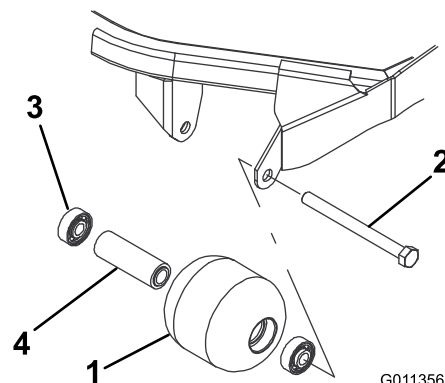

Figura 17
1. Retire o parafuso de montagem do rolo (Figura 17)
1. Introduza o primeiro rolamento na estrutura do rolo (Figura 17). Empurre só a calha externa ou, então, exerça o mesmo tipo de pressão nas calhas interna e externa.
2. Coloque a cunha (Figura 17)
3. Introduza o segundo rolamento na estrutura do rolo (Figura 17) exercendo o mesmo tipo de pressão nas calhas interna e externa até a calha interna entrar em contacto com o espaçador.